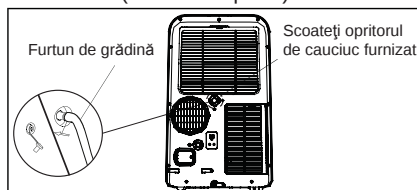

Fig. 25
1. Pe durata modului de deumidificare, veți avea nevoie de un furtun de grădină (se vinde separat) pentru a evacua condensul din unitate. Scoateți opritorul de cauciuc de la conectorul furtunului, apoi fixați de conector un furtun de grădină, conform indicațiilor din Fig. 25.